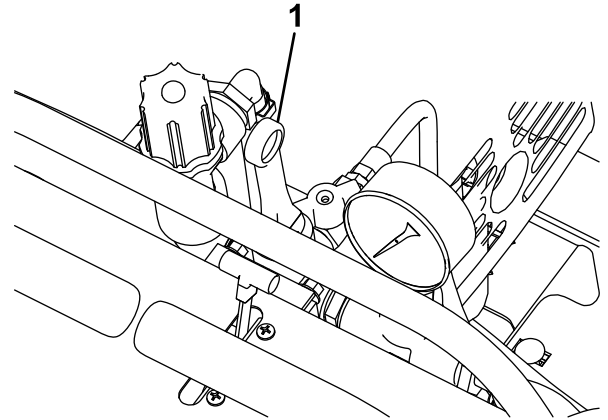

Figura 21
3. Abra la válvula de pulverización para empezar a pulverizar (Figura 21).